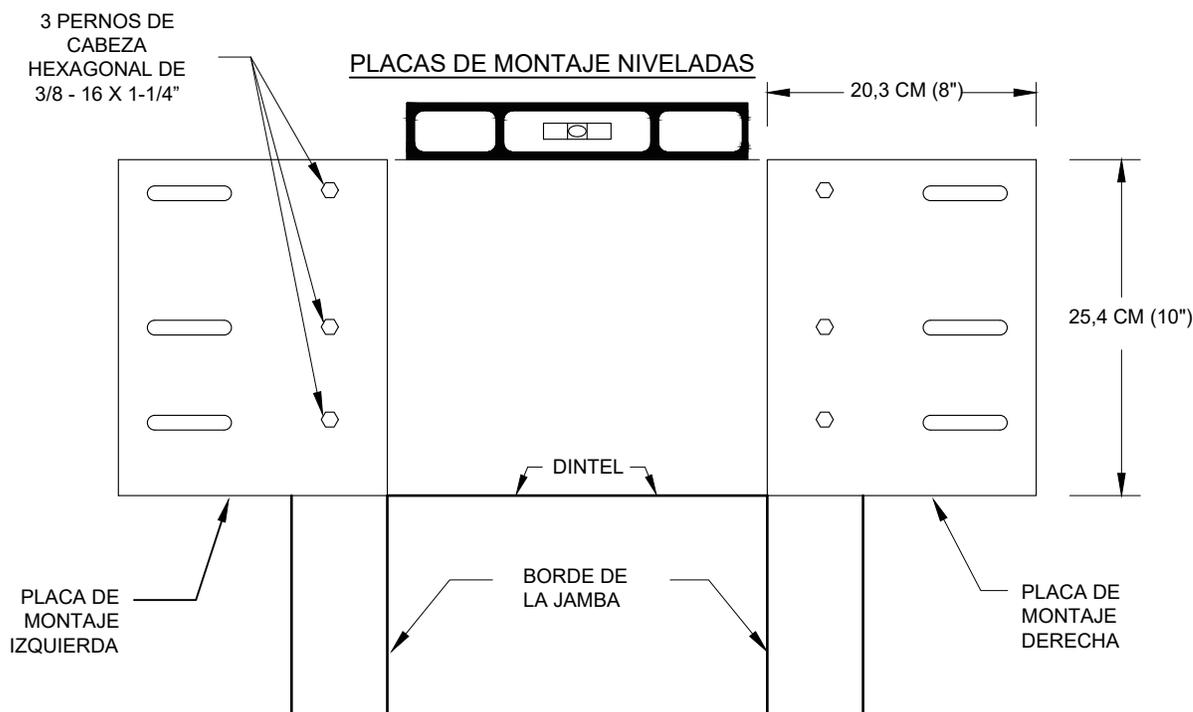

FIGURA 4: INSTALACIÓN DE LA PLACA DE MONTAJE
- ☞ Coloque las placas de montaje con el borde inferior a ras del dintel y el borde interior a ras con el borde de la jamba. Vea la figura 4.